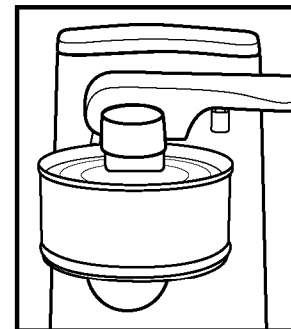

Figura 3
- 4 Presione la palanca del abrelatas hacia abajo de modo firme y sostenga hasta que la tapa de la lata sea cortada automáticamente y la acción de corte empiece, como se muestra en la figura 3.